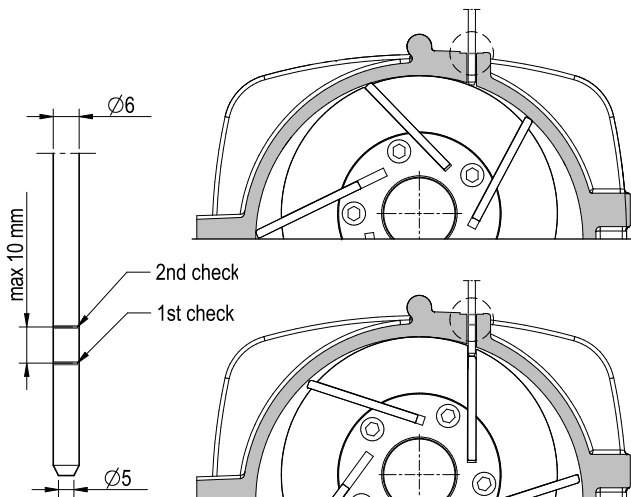

Рис. 6.3
- Вставьте, как показано на Рис. 6.3, стержень диаметром 6 мм с коническим наконечником по направлению к внутренней части насоса (стержень входит в комплект поставки).